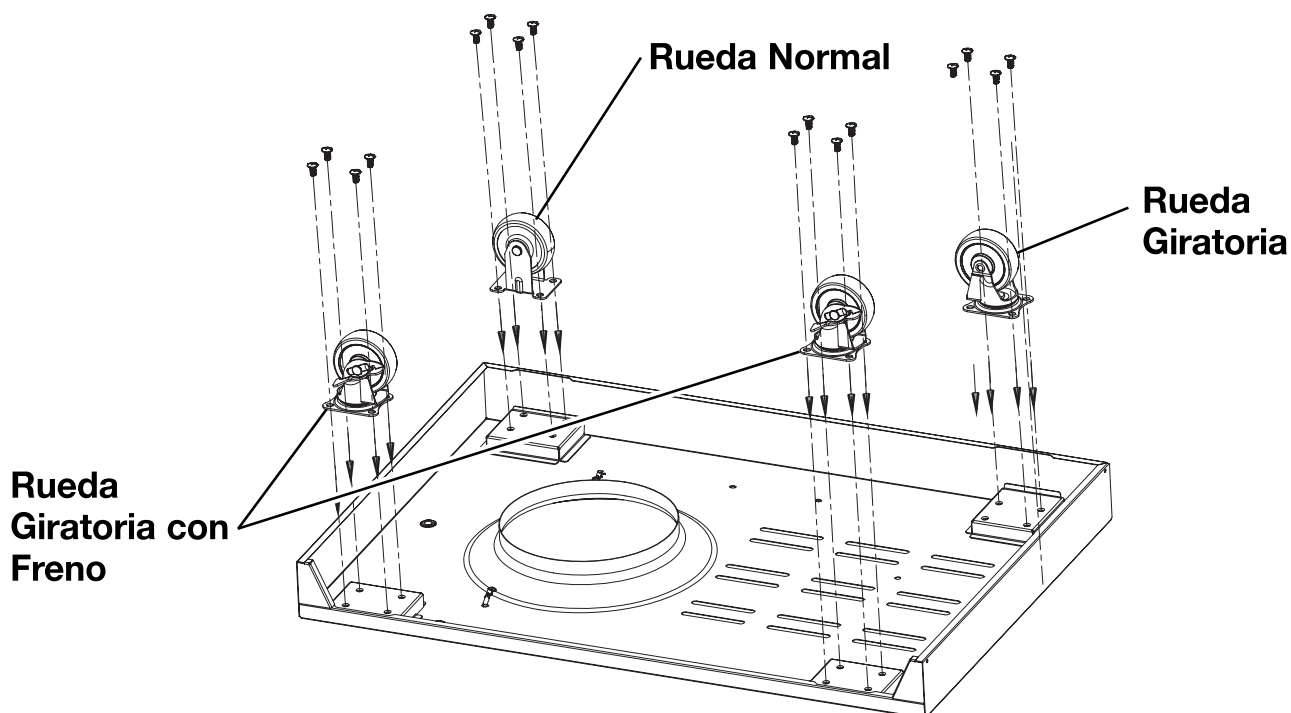

Fig. 1b
2. Sujete las ruedas al estante inferior con dieciséis (16) tornillos M6 x 13 como se indica en la Fig. 1b.